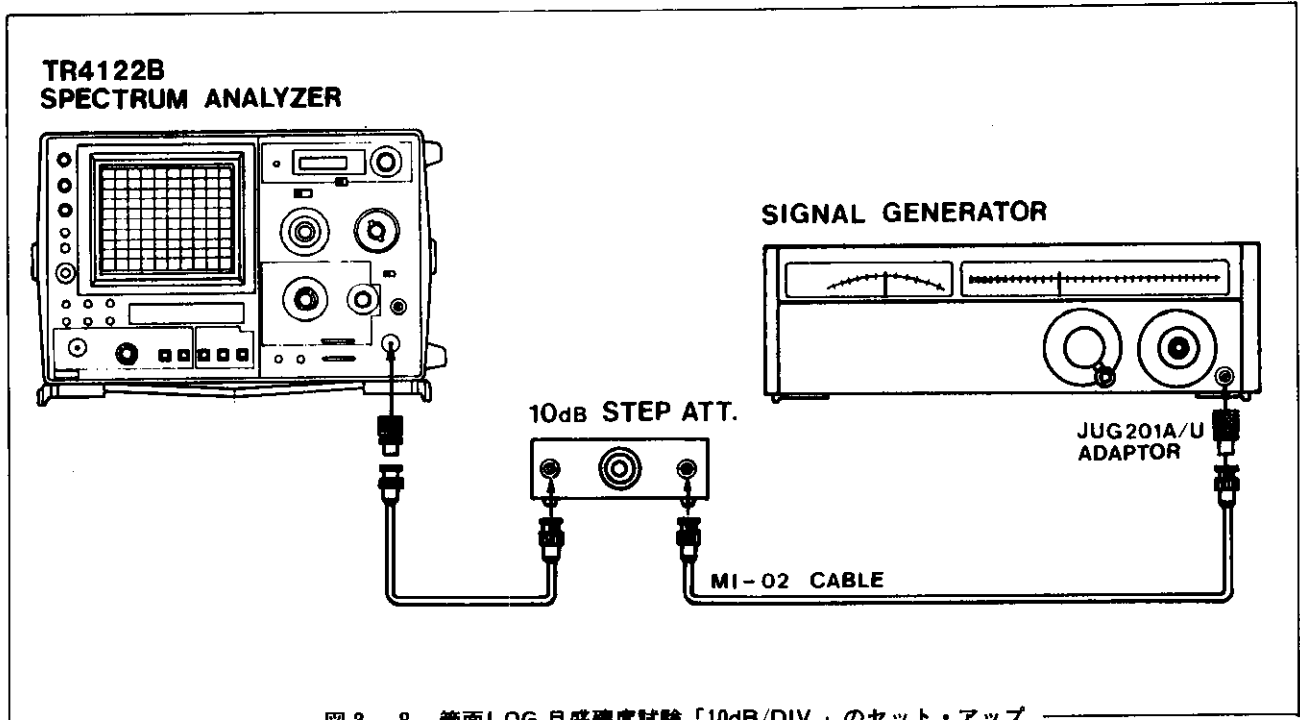

図3-8 管面LOG. 目盛精度試験「10dB/DIV.」のセット・アップ
- S.G.の出力を200MHz, -15dBm, 外部ATT.を0dBにそれぞれ設定し、本器のINPUTに〔図3-8〕のように接続します。